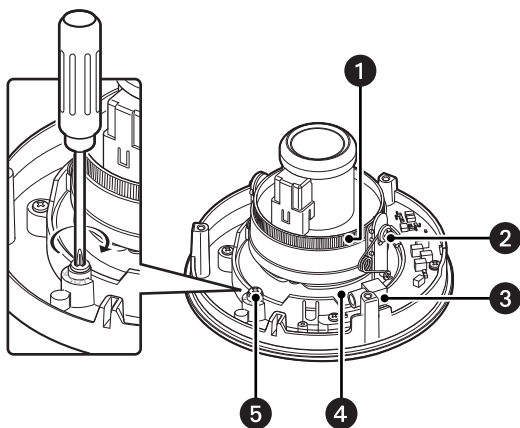

Рис. 32. Регулировка угла камеры
4. Отрегулируйте угол камеры (см. рис. 32 на стр. 41):